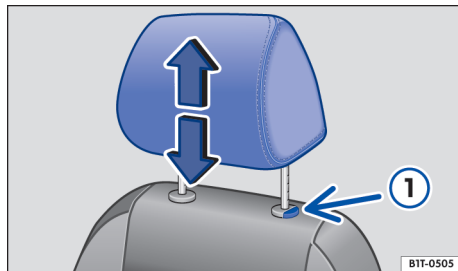
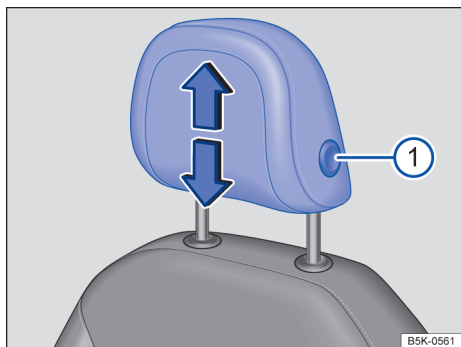

Fig. 65 Apoio para cabeça dianteiro: ajustar (variante 2).
Fig. 64 Apoio para cabeça dianteiro: ajustar (variante 1).
- Empurrar o apoio para cabeça para cima ou para baixo com o botão → Fig. 64 ① ou → Fig. 65 ① pressionado.